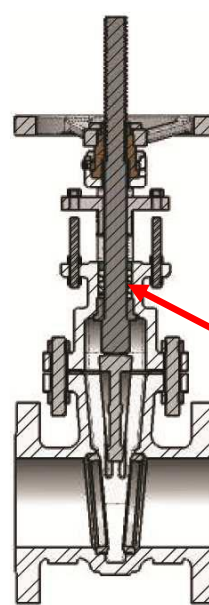

Figura 03
- Retirar as gaxetas danificadas conforme figura 03;